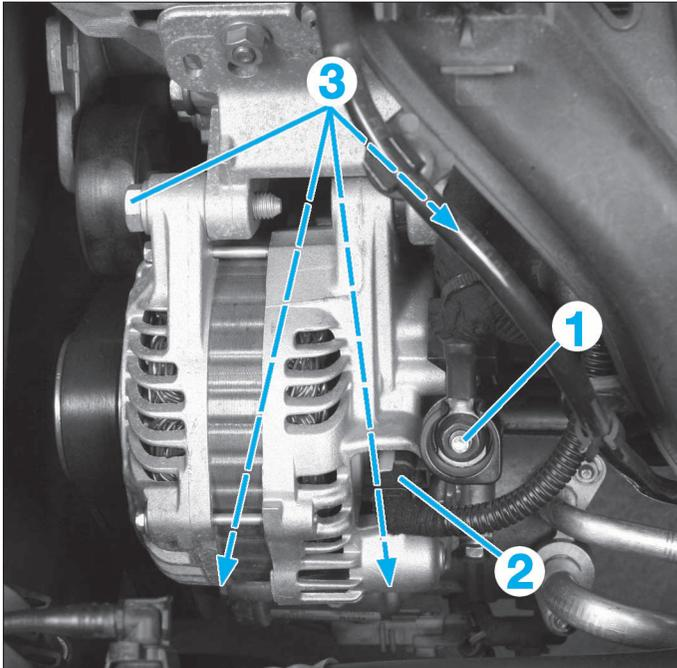

FIG. 11
- Débrancher la cosse (1) et le connecteur (2) de l'alternateur (Fig.11).
- Déposer les vis (3) de fixation de l'alternateur.